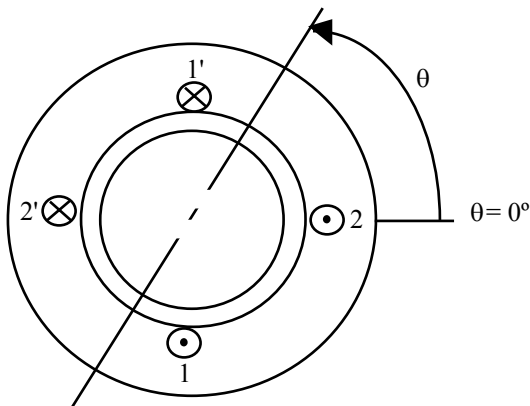

Figura 5.1
5.4.- Para la máquina de entrehierro uniforme con dos bobinas de paso diametral de la Figura 5.1, dibuje la onda de fuerza magnetomotriz (fmm) resultante y determine el coeficiente de distribución, el factor de paso y el factor de devanado, para la fundamental.